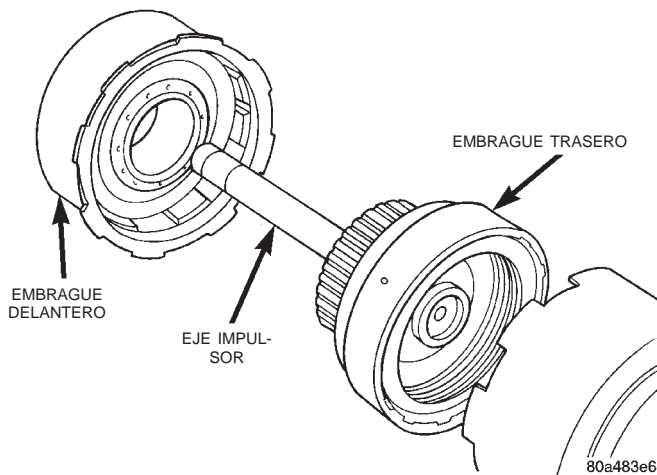

Fig. 98 Embragues delantero y trasero
- (c) Inserte el eje impulsor del embrague trasero en el centro del embrague delantero (Fig. 98).